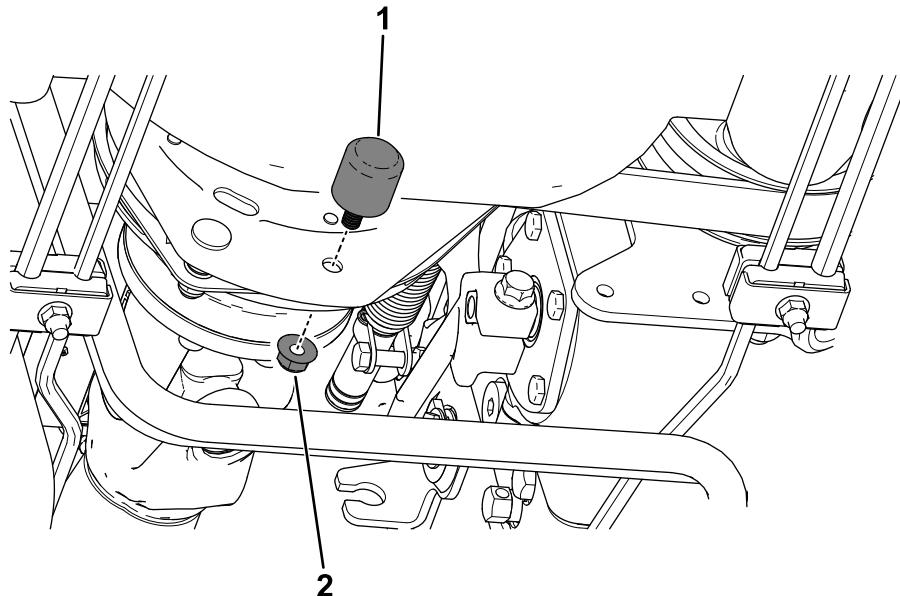

Figura 2
1. Utilice una tuerca para sujetar el amortiguador al embrague (Figura 2).